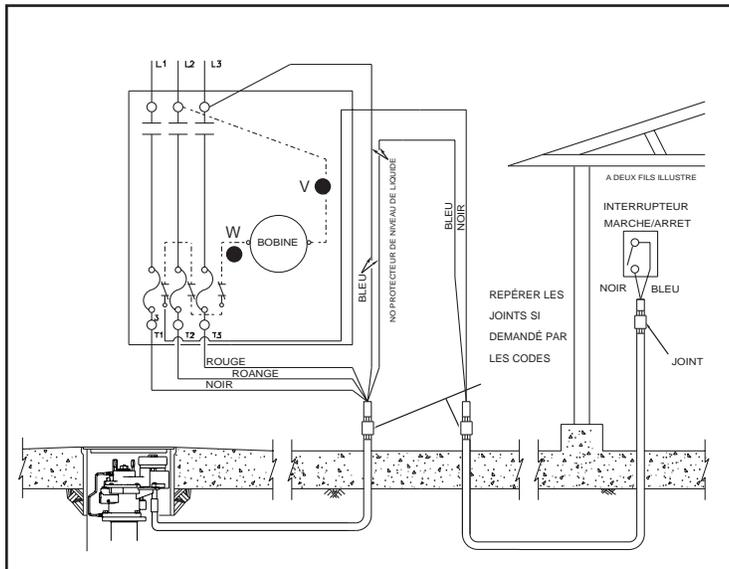

FIGURE 6
b. En utilisant les fils correctement repérés suivant le code des couleurs, connecter un fil noir de la borne T1 dans le démarreur magnétique au fil conducteur noir du moteur, dans la boîte de dérivation de la pompe submergée correspondante. Connecter un fil orange de la borne T2 du démarreur au fil conducteur orange du moteur et le fil rouge de la borne T3 au fil conducteur rouge du moteur. (Voir Fig. 6 jusqu'à 9).
e. Les installations utilisant des distributeurs mécaniques doivent être connectées pour une commande à deux fils comme illustrée à la Fig. 6 et 7. Connecter un fil noir à partir de l'autre côté de l'interrupteur marche-arrêt jusqu'à la borne 3 dans le démarreur magnétique.